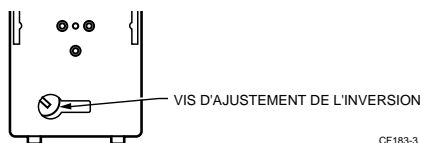

Fig. 10. Emplacement de la vis d'ajustement de l'étalonnage avec plaque-support fixée au thermostat.
1. Utiliser le côté tournevis de l'outil pour thermostat pour faire tourner la vis d'ajustement de l'inversion (Fig. 10) d'un quart de tour dans le sens antihoraire.
1. Utiliser l'outil pour thermostat de série TP970 pour faire tourner la vis d'ajustement de l'inversion (Fig. 10) d'un quart de tour dans le sens horaire.